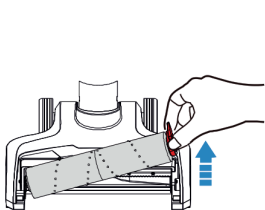

Fig. 37
- Puxe a pega do lado direito da escova rotativa para a retirar (Fig. 37).